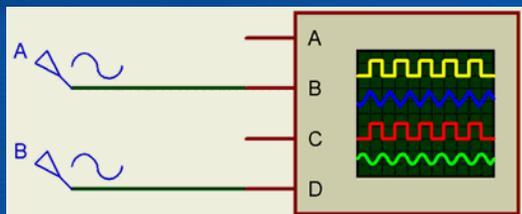

图4-43 两个信号源与示波器的连接
(2) 在左上角“激励源名称”项中输入正弦波信号源的名称，例如输入“正弦信号源”。如在电路中要使用两个正弦波信号源，则分别输入两个正弦波信号源的名字“A”和“B”。两个正弦波信号源各参数设置如表4-3所示。
(3) 单击“确定”按钮，设置完成。
(4) 使用虚拟示波器 (见4.7.2节) 观察两个信号源产生的信号。具体操作如下：单击工具箱中的图标，出现激励源名称列表，用鼠标左键单击“SINE”，则在预览窗口中出现正弦波信号源的符号。在原理图编辑窗口双击鼠标左键，将两个正弦波信号发生器被放置到原理图编辑界面中。然后单击工具箱中的快捷按钮，则列出所有虚拟仪器名称，用鼠标左键单击列表区中的“OSCILLOSCOPE”，则在预览窗口中出现示波器的符号图标。在原理图编辑窗口单击鼠标左键，出现示波器的拖动图标，拖动到合适的位置，再次单击左键，示波器就被放置到原理图编辑窗口中。然后将示波器与正弦波信号源进行连接，如图4-43所示。